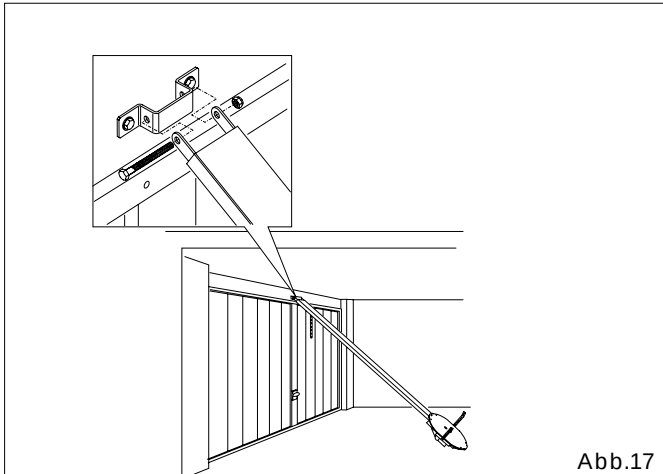

Abb.17
6.6 Den Operator auf den Boden legen, den Gleitlängsträger anheben und in Bügelnähe ausrichten; die Befestigungsschraube und -mutter einführen (Abb.17).